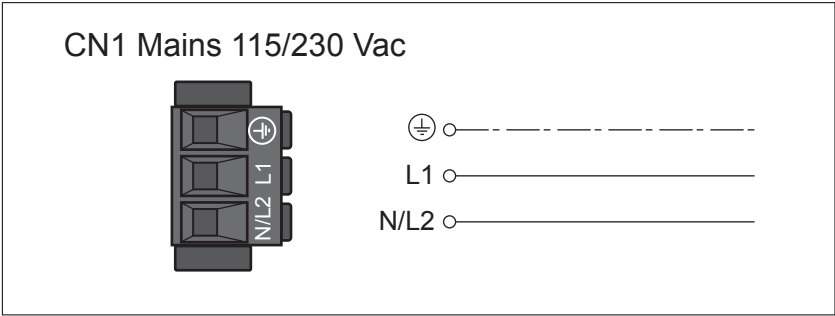

图 24：单相设备输出级电源接线图
- ▶ 将电线连接至（图 24）。注意接线端子螺钉的不同拧紧力矩。